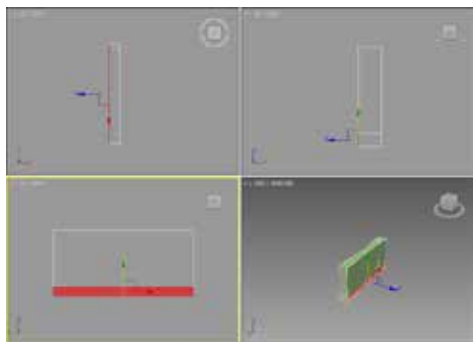

图 2-3 执行“挤出”操作
STEP 03 切换至“多边形”子层级，然后在视图中选择面，并在命令面板下方单击“挤出”按钮，如图 2-3 所示。